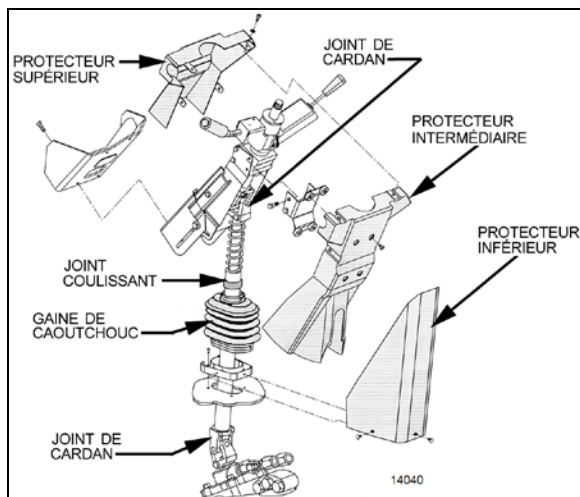

FIGURE 10 : COUVERCLES DE COLONNE DE DIRECTION
Pour démonter la colonne de direction du véhicule, se reporter à Figure 9 & à la Figure 10. La colonne de direction ne possède pas de points de graissage. Le joint de cardan de la colonne de direction intérieur est aisément accessible à travers le compartiment de service avant. Le joint de cardan de colonne de direction supérieure et le joint coulissant de la colonne sont accessibles depuis la zone avant de conducteur. Pour accéder à ces joints, procéder comme suit :
1. Depuis la zone avant du conducteur, enlever les trois fixations de plastique du couvercle inférieur de colonne de direction. Enlever le couvercle inférieur (Figure 10).